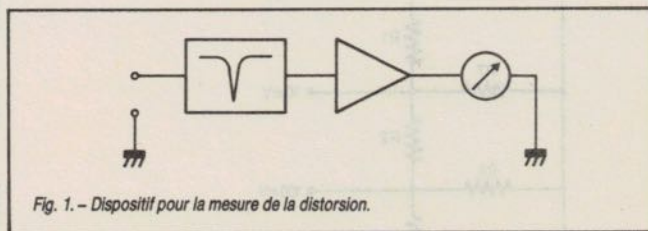

Fig. 1. - Dispositif pour la mesure de la distorsion.
b) le distorsiomètre, qui fait appel à un système de filtrage pour éliminer la fondamentale d'une onde sinusoïdale, ce qui permet de mesurer ensuite le résidu harmonique (éventuellement accompagné de bruits parasites), comme l'indique la figure 1. C'est ce genre d'appareil que nous allons décrire en détail dans la présente étude.